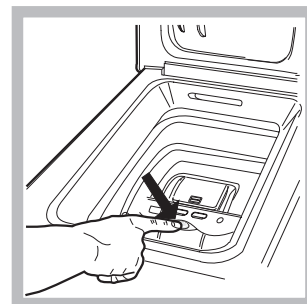

Fig. 2
Pulse el botón indicado en la *fig. 2* con un dedo y el cesto se abrirá delicadamente.
**E) Parada final del cesto (Fig. 2):**